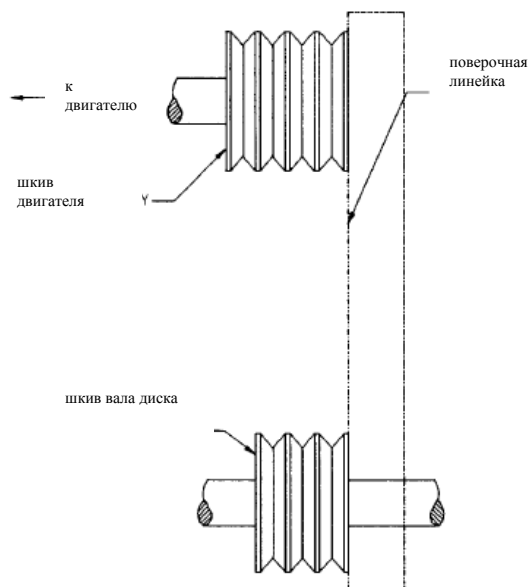

Рисунок 1
6. Для проверки выравнивания используйте стальную поверочную линейку. См. Рисунок 1.